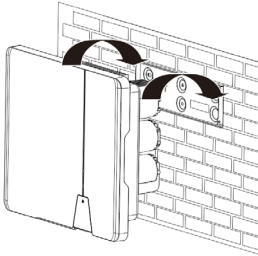
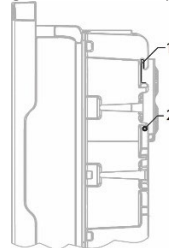

Fig. 6: Vekselretteren henges opp i veggholderen
Fig. 8.2: Feste vekselretteren
- 2 Heng apparatet på monteringsplaten (se fig. 6 og fig. 8.2 – pos 1.), og kontroller sikkert feste.
- 3 Medfølgende skruer (2x M5x14 mm) til sikring mot å bli løftet ut av hullet (fig. 8.2 – pos 2.) monteres på begge sider.
2 Sett DC-pluggforbindelsene parvis på tilkoblingspluggene for DC-pluss og DC-minus (se fig. 8.2).